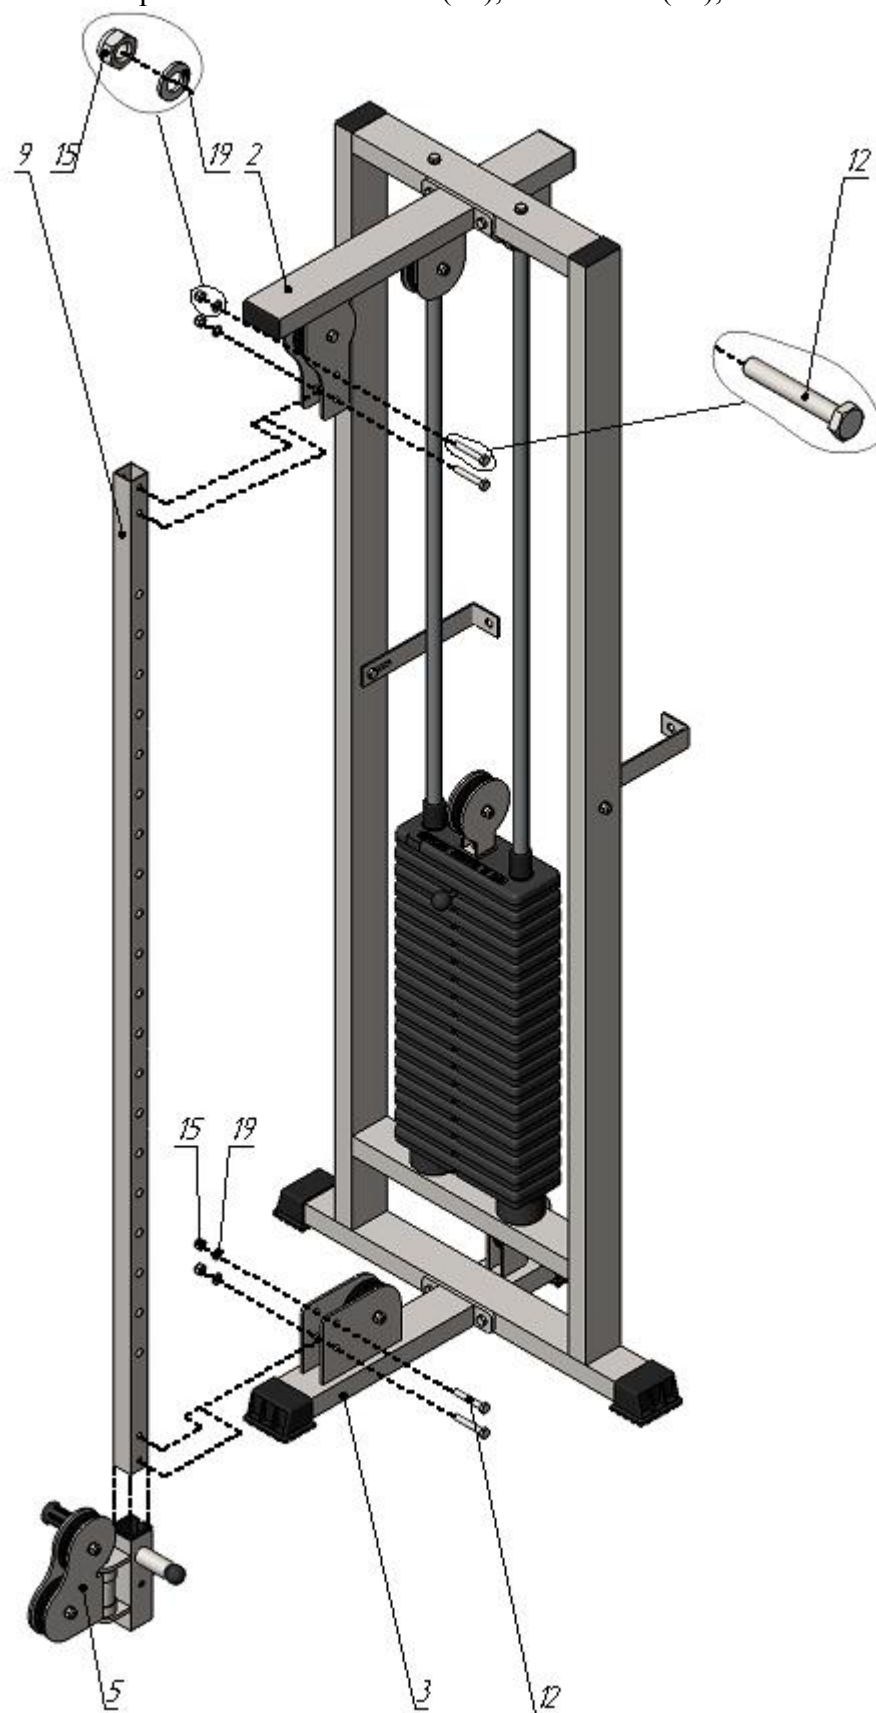

Рис.3
3. На балку (9) наденьте ригель (5), оттянув фиксирующий замок на ригеле (5); зафиксируйте ригель (5) на удобной Вам высоте. Затем прикрутите балку (9) к верхней (2) и нижней (3) консолям комплектом крепежа: болт M10x65 (12), гайка M10 (15), шайба D10 (19) (рис.3).